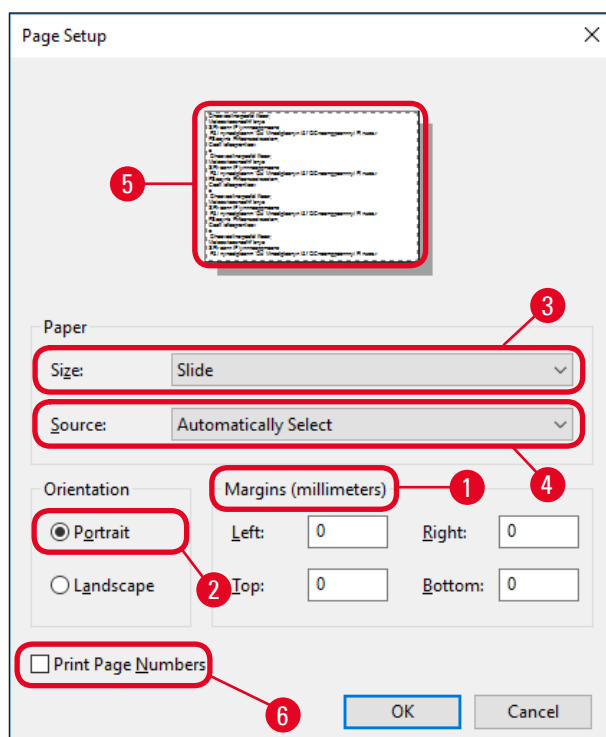

Fig. 41
3. Först måste du välja utskriftsformat: Klicka på **File** (arkiv) > **Page Setup** (utskriftsformat) för att öppna dialogrutan **Page Setup** (utskriftsformat) (→ "Fig. 41").